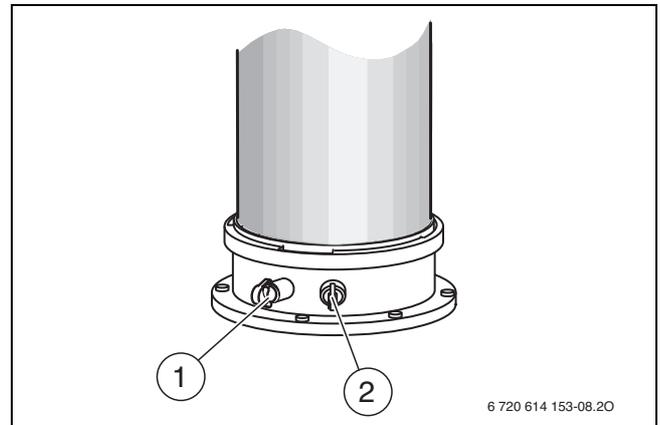

Bild 52 Abgasmessstutzen und Verbrennungsluft-Messstutzen
- ▶ Stopfen am Verbrennungsluft-Messstutzen (→ Bild 52, [2]) entfernen.